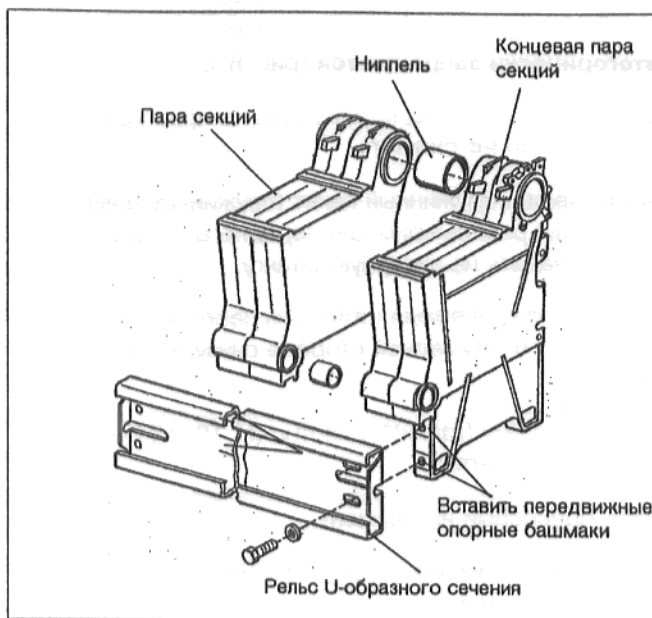

Рис. 4
- Установить пару концевых секций на предусмотренное для этого место (рис.4).
- Вставить два подвижных опорных башмака (рис.4).
- Закрепить рельс U-образного сечения на передней концевой секции (рис. 4). Для этого немного наклонить концевую пару секций.
- Вставить ниппели (рис.4).